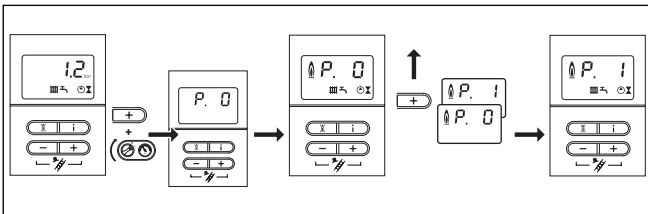

Abb. 6.5 Maximalen kW-Wert einstellen (P.1)
- Drücken Sie die Taste „+“ des Displays und schalten Sie bei gedrückt gehaltener Taste „+“ den Hauptschalter auf „I“ (siehe Abb. 6.5 Maximalen kW-Wert einstellen).
- Drücken Sie die Taste „I“, um das Prüfprogramm zu starten. Das Gerät geht jetzt auf Vollast. Die Anzeige wechselt zwischen „P.1“ und dem aktuellen Anlagenfülldruck bzw. der aktuellen Vorlauftemperatur (siehe Abb. 6.5 Maximalen kW-Wert einstellen).